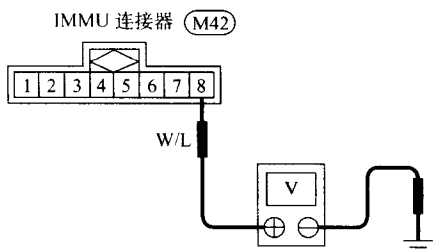

图 3-7 检查 IMMU 供电电路
①断开 IMMU 连接器。
②如图 3-7 所示,用 CONSULT-II 诊断仪或万能表测量 IMMU 端子 8 与搭铁之间的电压,应为蓄电池电压。否则,检查 15A 熔丝 (No.59 位于熔丝盒) 和熔丝与 IMMU 连接器之间的线束是否断路或短路。